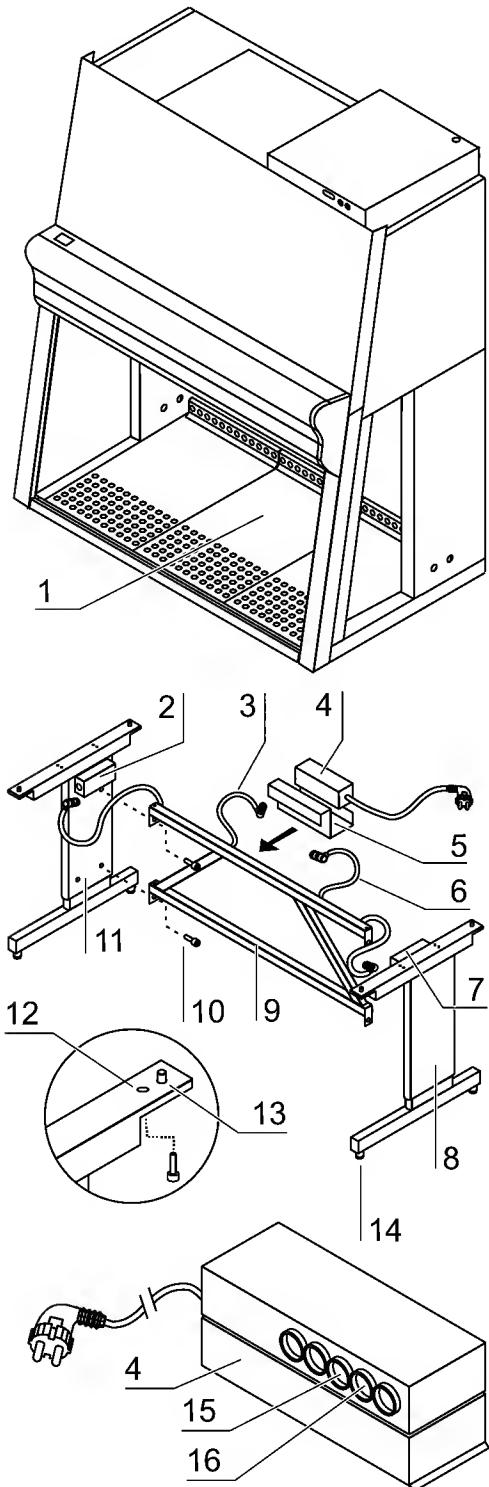

Fig. 1
Fig. 1: A estrutura inferior ajustável na altura pode ser ajustada em uma gama de 680 - 880 mm. As duas peças laterais [6] possuem um accionamento electromotriz próprio [2] que comandado pelo comando de movimento síncrono [4].
1. **Fig. 1:** Aparafusar as duas peças laterais [8] e [11] com os parafusos [10] na travessa [9].